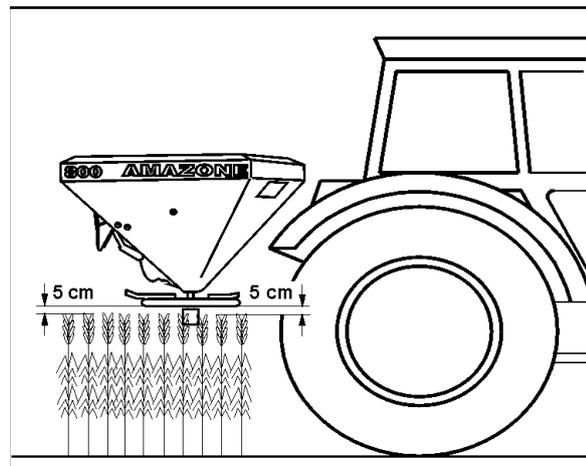

Fig. 59
Die kürzeren Streuschaufeln sind mit den werkzeuglos hochschwenkbaren Schwenkflügeln (Fig. 59/1) versehen, die die Spätdüngung in Getreide bis zu einer Bestandhöhe von 1 m - **ohne** weiteres Zubehör - ermöglichen.
3. Verschwenken Sie die Schwenkflügel (Fig. 59/1) der Streuschaufeln in die gewünschte Position für die Normal- oder Spätdüngung.